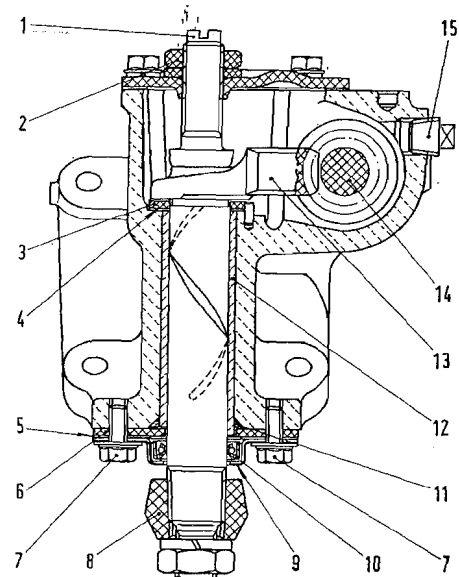

Fig. 86. - Sezione della scatola sterzo sul settore elicoidale.
Svitare la vite (7, fig. 86) che fissa la piastrina (6) di registro.
(*) **NOTA** - Dalla vettura con N. per ricambi 575439 mod. 500 D e dalla vettura con N. per ricambi 108788 mod. Giardiniera 500, la guarnizione 15 è stata modificata e dotata di coperchio con guarnizione, inoltre il fissaggio della piastrina 14, per registrazione boccola, avviene mediante due viti anziché una sola. La sezione illustrata in fig. 86 è relativa alla modifica suaccennata.
Il contatto fra i filetti della vite ed i denti del settore deve avvenire perfettamente in centro; se così non fosse, si può spostare assialmente il settore elicoidale aggiungendo o togliendo gli anelli di registro (4, fig. 86) contro il rasamento della boccola eccentrica.
In seguito si deve procedere alla regolazione del giuoco a mezzo della vite di registro (1, fig. 86) posta sul coperchio; bloccare quindi la vite con il dado (2).